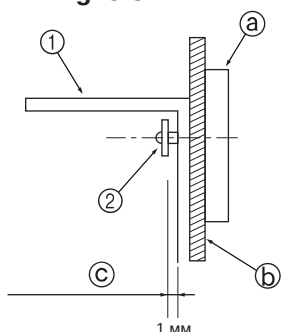

Fig. 3-4
- Сначала прикрепите крепежный кронштейн к стене, и затем затяните винт таким образом, чтобы кронштейн мог плавно передвигаться вверх или вниз. (Fig. 3-4)
- ① Крепежный кронштейн для предотвращения опрокидывания прибора
- ② Самонарезающий винт
- ③ Фриз
- ④ Материал поверхности стены
- ⑤ Зазор около 1 мм